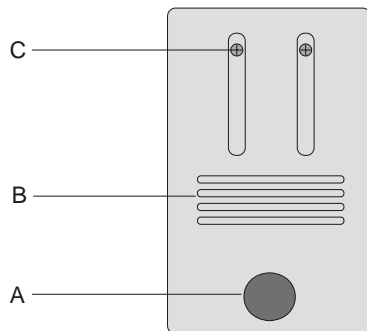

Fig. 1 Coperchio del vano lampadina: A vite a testa zigrinata, B fessure di ventilazione, C viti di fissaggio del portalamпада
- Allentare le viti C del vano lampadina e spostarle verso l'esterno in modo che si trovino nella posizione indicata in Fig. 1.